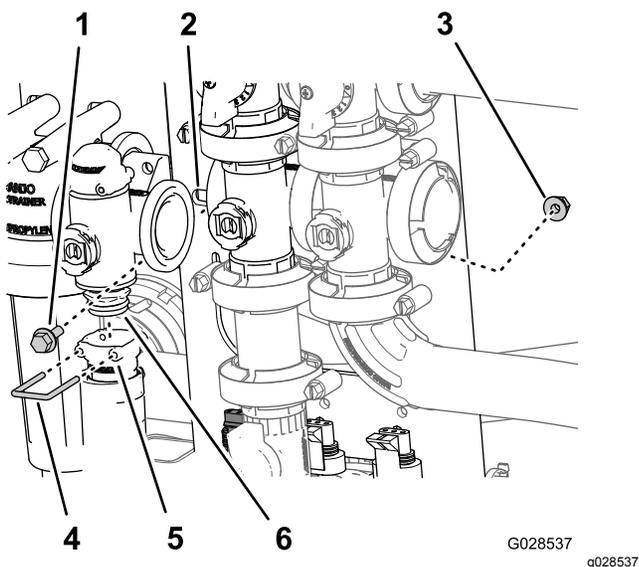

Рисунок 89
2. Демонтируйте держатель, который крепит выпускной штуцер к коллектору клапана регулирования нормы распыления (Рисунок 89).
3. Выверните два болта с фланцевыми головками и две фланцевые контргайки, которые крепят клапан регулирования нормы распыления к опоре крепления клапана, и снимите коллектор клапана с машины (Рисунок 89).